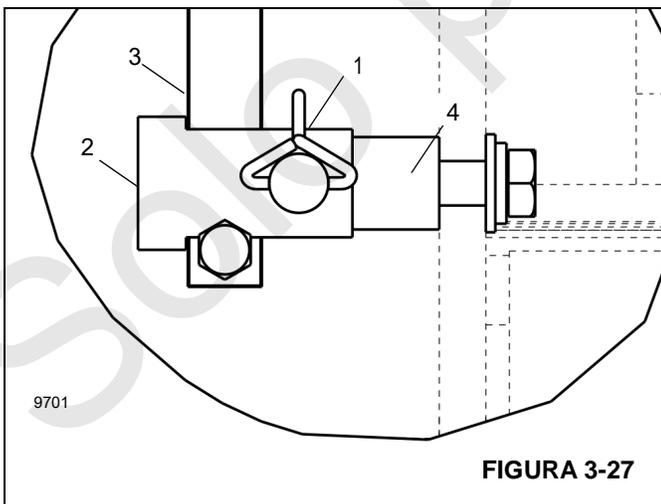

FIGURA 3-27
2. Retire la pinza del pasador de seguridad (1, Figura 3-27). Retire el pasador.
3. Retire el buje (2) del mástil del anemómetro (3) y del retenedor de varilla (4).
4. Retire el mástil del anemómetro (3) del retenedor de varilla (4).
5. Instale el buje (2) y el pasador de seguridad (1) en el retenedor de varilla (4).
2. Instale el mástil del anemómetro (3, Figura 3-27) en el retenedor de varilla (4).
3. Instale el buje (2) en el mástil (3) y en el retenedor de varilla (4). Alinee el buje y los agujeros del retenedor de modo que el pasador de seguridad pueda instalarse.
4. Instale el pasador de seguridad (1) en el buje (2) y en los agujeros del retenedor (4). Fije el pasador (1) con la pinza de seguridad.